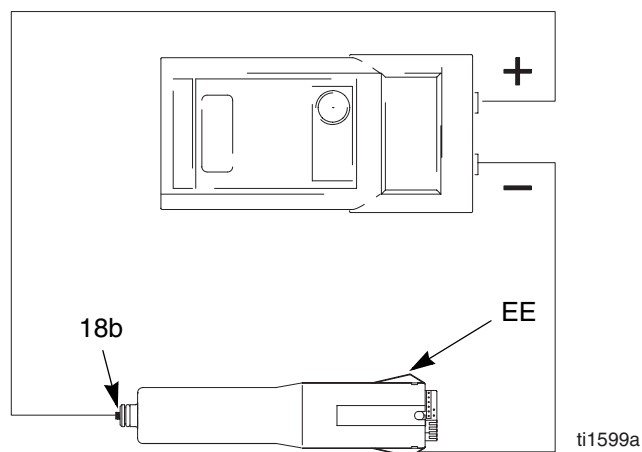

Fig. 7. Test de résistance du bloc d'alimentation électrique
1. Démonter le bloc d'alimentation électrique (18), page 30.
2. Retirer la turbine-alternateur (19) de l'alimentation électrique, page 31.
3. Mesurer la résistance entre les barrettes de mise à la terre (EE) de l'alimentation électrique et le ressort (18b). Voir la Fig. 7.